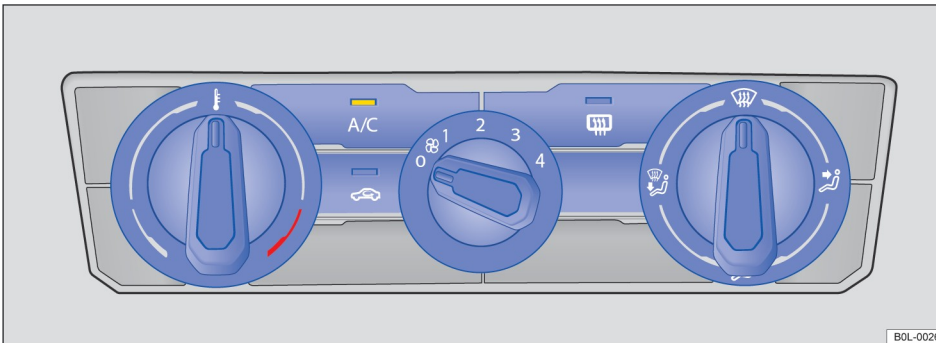

Рисунок 74. Верхняя часть консоли: Панель управления полуавтоматической системой кондиционирования воздуха
– Поверните левый регулятор температуры → Рисунок 74.
– Поверните ручку регулировки вентилятора → Рисунок 74.
– Поверните правый регулятор распределения воздуха в положение 🌀 → Рисунок 74.
– Поверните регулятор распределения воздуха → Рисунок 74 в позицию .
– Поверните ручку регулировки вентилятора → Рисунок 74 в позицию 3. Если двигатель достиг оптимальной рабочей температуры, скорость вентилятора можно немного уменьшить.
– Поверните ручку регулировки температуры → Рисунок 74 вправо до упора.
– При необходимости отрегулируйте ручку регулировки температуры → Рисунок 74, чтобы установить соответствующую температуру.
– Поверните ручку регулировки скорости вентилятора → Рисунок 74 в позицию 2 или 3.
– Поверните ручку распределения воздушного потока → Рисунок 74 в позицию .